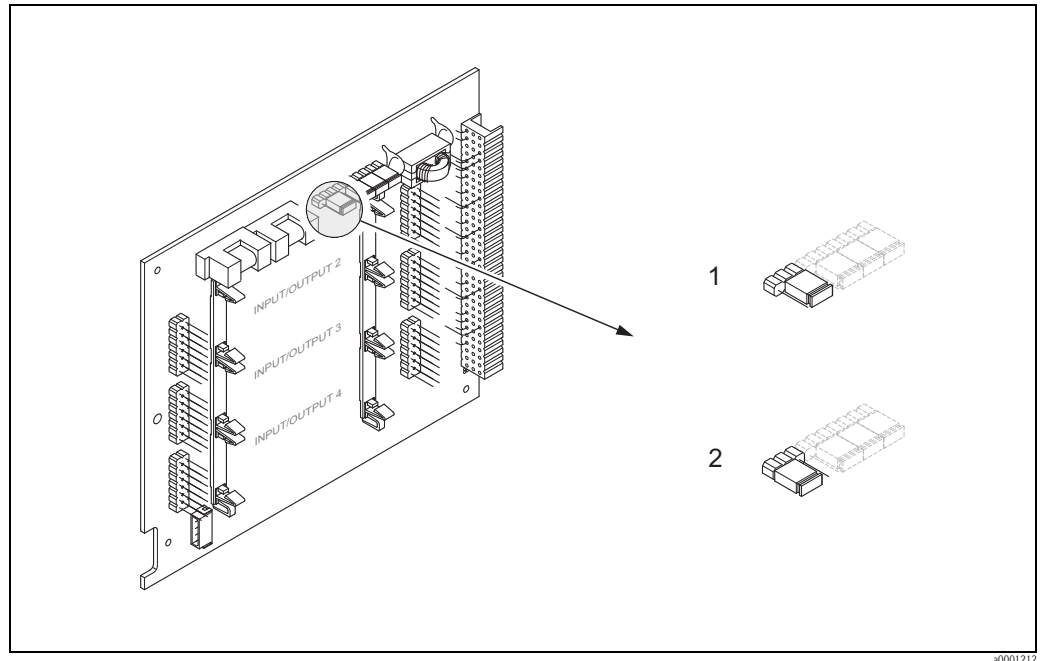

图 46: 切换 HART 写保护开 / 关
3. 使用跳线针切换 HART 写保护开 / 关 (→ 图 46)。